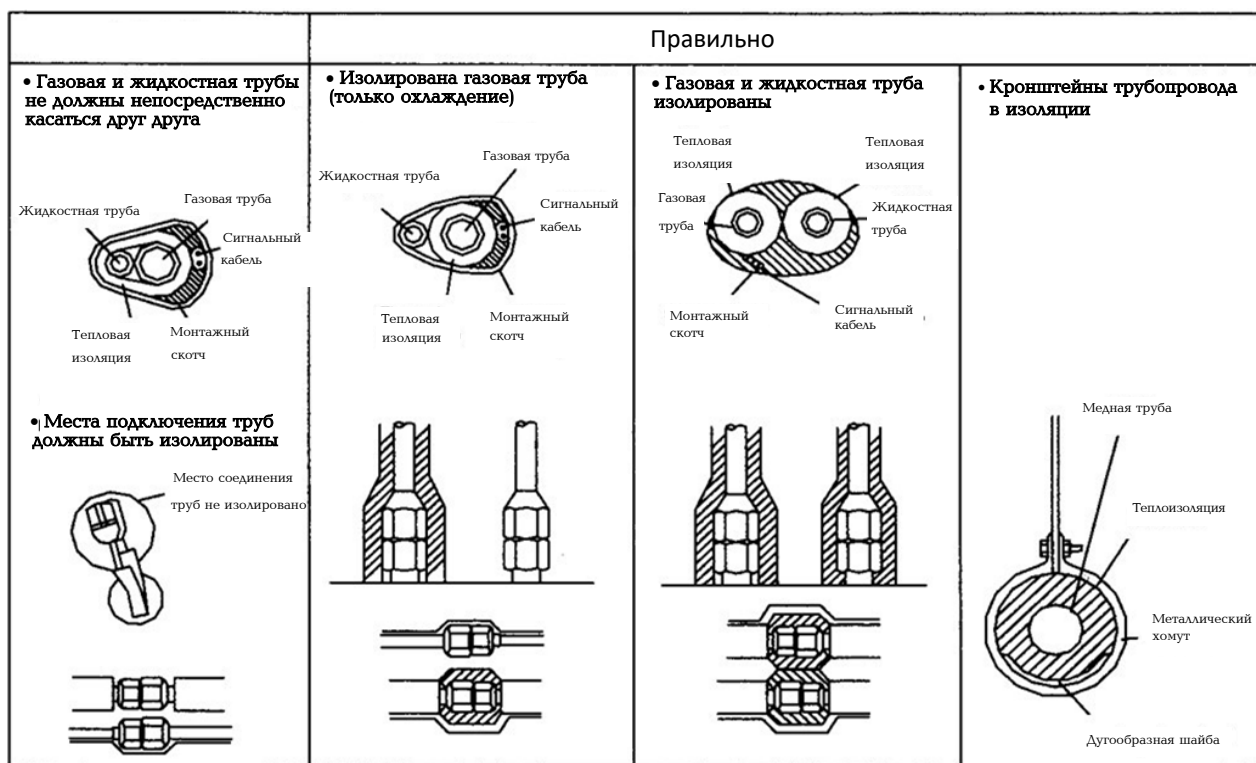

Рис.2.7
- Подсоедините шланги манометрического коллектора к портам газовой и жидкостной трубы (см.рис.2.7); вакуумируйте систему не менее 2-х часов;
- Подсоедините шланги манометрического коллектора к портам газовой и жидкостной трубы (см.рис.2.7).